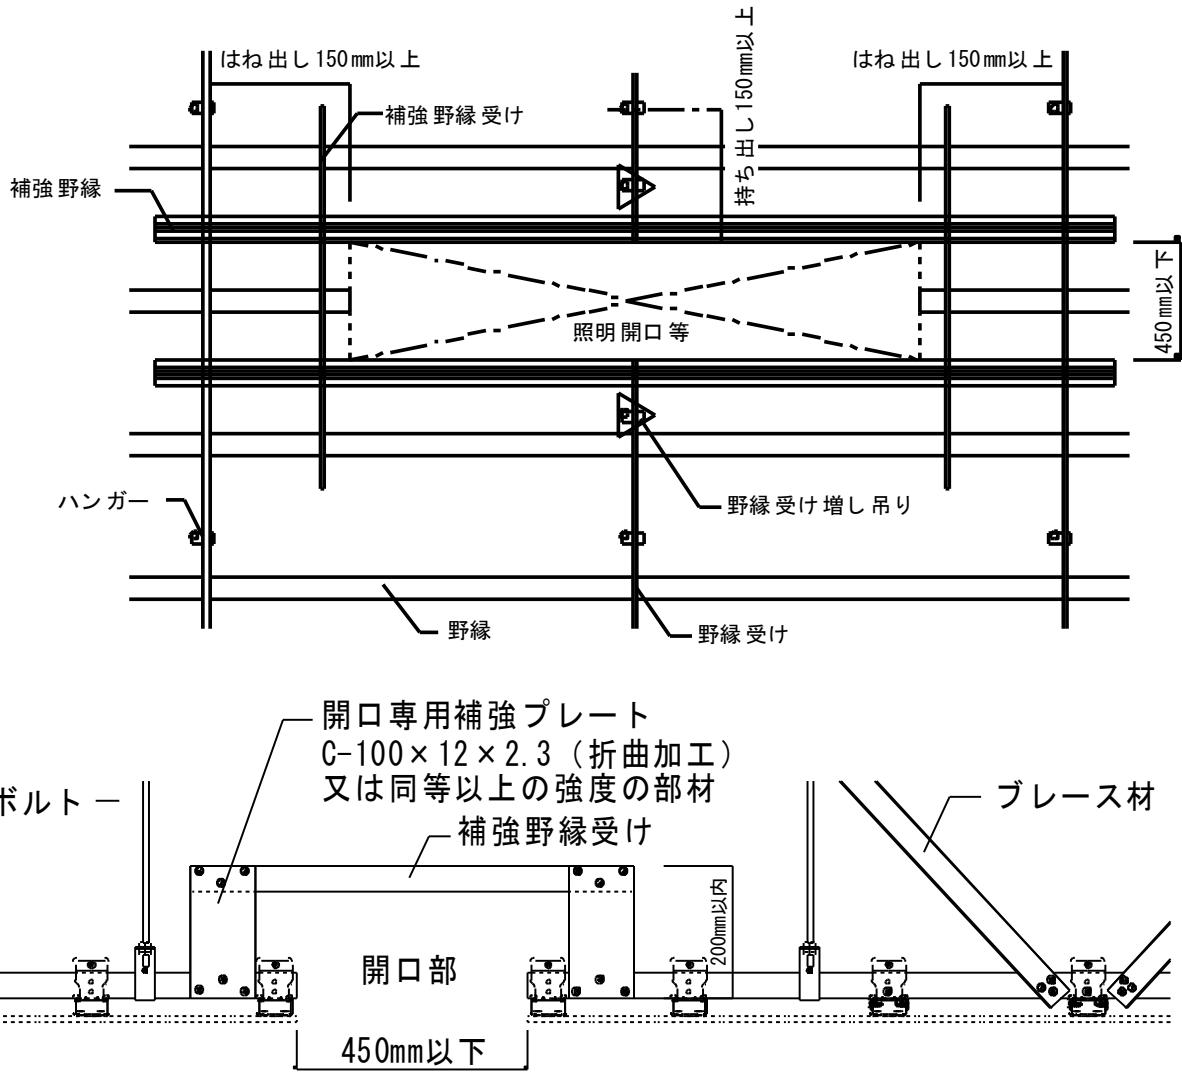

図 2-6-3 (参考例) ブレース材を設置する野縁受けが切断される場合の補強
c) 切断された野縁受けの通りにプレースの設置がある場合 門型補強仕様(図 2-6-3 参照)